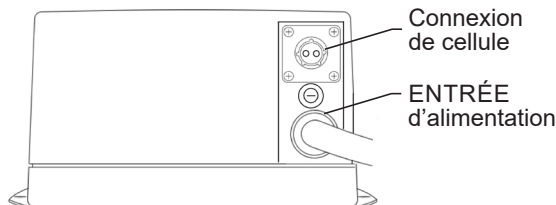

FIGURE 1
5. Alignez le connecteur du câble de la cellule avec le connecteur du bloc d'alimentation (**Figure 1**) et insérez le câble de la cellule.